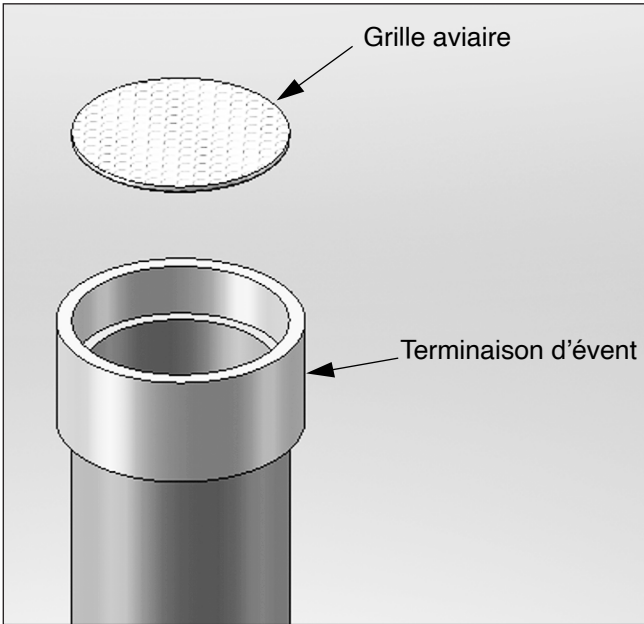
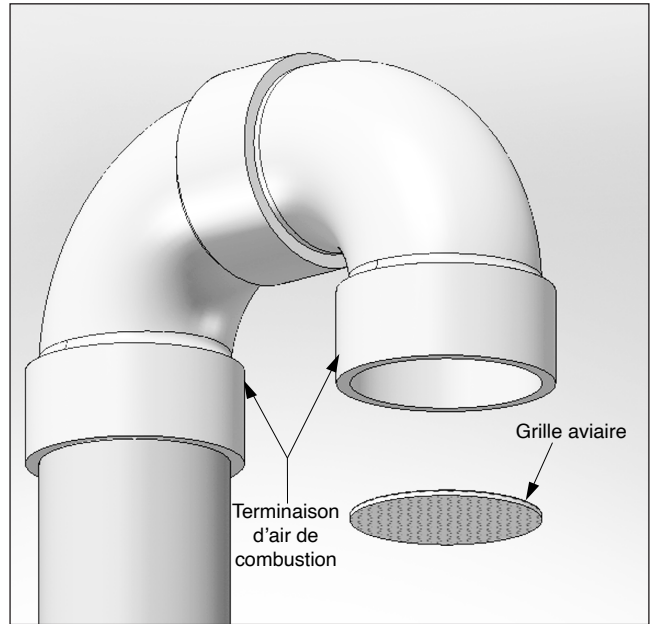

Fig. 3 - Installation de grille aviaire sur tuyauterie d'évent verticale
Fig. 4 - Installation de grille aviaire sur tuyauterie d'air de combustion verticale
1. Les terminaisons d'air de combustion et d'évent doivent inclure une grille aviaire fournie par l'usine et installée comme illustré aux Fig. 3 et Fig. 4 en page 14